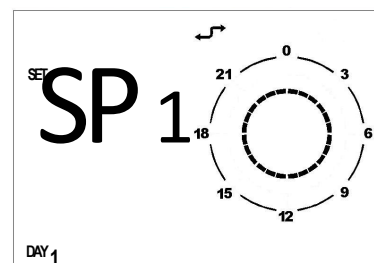

Рисунок 4 – Контрольное значение на день
3. На дисплее внизу слева появится надпись SP n, где n означает номер контрольного значения на день (Рисунок 4).